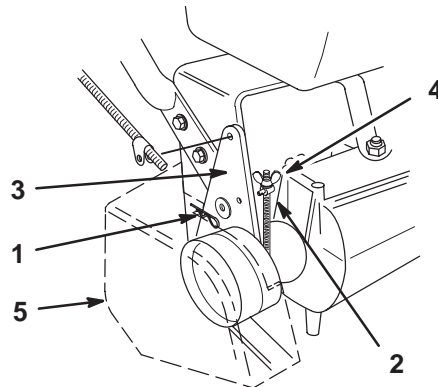

Bild 32
3. Entfernen Sie zum Einstellen der Bremse den Splint und die Scheibe vom Bremshebel (Bild 32).
4. Drehen Sie den Drehzapfen, so dass er glatt in das Loch (Bild 32) am Bremshebel gleitet. Ziehen Sie die Flügelmutter fest.
5. Sichern Sie den Drehzapfen mit einer Scheibe und einem Splint am Bremshebel ab (Bild 32).
1. Entfernen Sie die Riemenhaube. Siehe Bild 32.